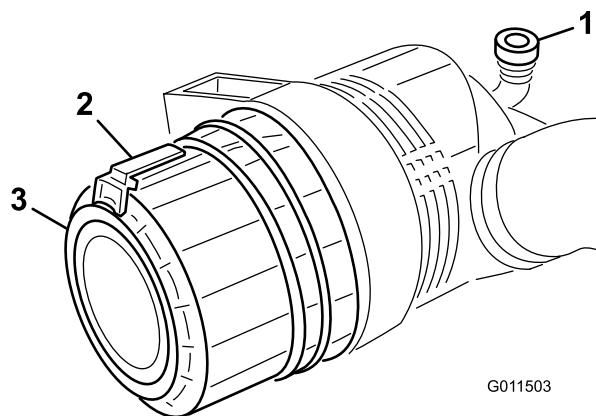

Figure 48
1. Tirez le verrou vers l'extérieur et tournez le couvercle du filtre à air dans le sens antihoraire (Figure 48).
7. Montez le couvercle en dirigeant la valve de sortie en caoutchouc (Figure 48) vers le bas, entre 5:00 et 7:00 heures environ vu de l'extrémité. Fermez le verrou.